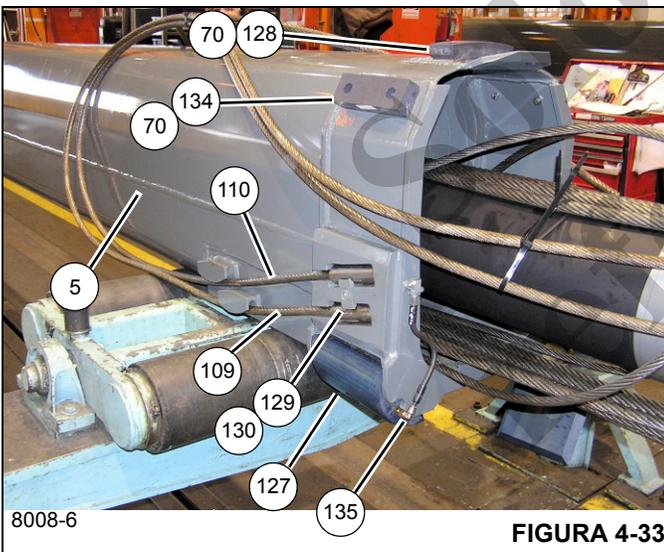

FIGURA 4-33
16. Monte el conjunto de almohadilla de desgaste (134) en cada lado de la parte inferior trasera de la sección telescópica 4 (5) utilizando los dos pernos (124) y las arandelas de seguridad (25) (vea la Figura 4-33).
17. Monte el conjunto de almohadilla de desgaste (128) en la parte inferior trasera de la sección telescópica 4 (5) utilizando los dos pernos (124).
18. Instale los dos conjuntos de cables de extensión de la sección telescópica 4 (109 y 110) a cada lado de la parte trasera de la sección telescópica 4 (5) y fije cada conjunto
de cables a la sección telescópica 4 (5) utilizando el cable de anclaje (129) y el perno (130) (vea la Figura 4-33).
19. Utilice bandas de amarre o tiras de correa para fijar temporalmente los cables (109, 110) y fije el conjunto de cables en el lado del cilindro telescópico (6) (lados izquierdo y derecho).
20. Coloque la sección telescópica 3 (4) con el lado superior hacia abajo y detrás de la sección telescópica 4 (5); coloque la sección telescópica 3 (4) en unos soportes adecuados.
21. Utilice una pistola engrasadora o brocha y aplique grasa en el interior de la sección telescópica 3 (4) en las áreas donde las almohadillas de desgaste de la parte trasera de la sección telescópica 4 tocarán al ser armadas.
22. Alinee la sección telescópica 3 (4) con la sección telescópica 4 (5).
23. Fije la manguera de engrase (135) y las piezas relacionadas (79, 80, 77, 78) a cada una de las almohadillas superiores traseras (127), luego instale el conjunto de almohadilla de desgaste/manguera de engrase en la escuadra de fijación en cada lado de la sección telescópica 4 (5) (vea la Figura 4-33).